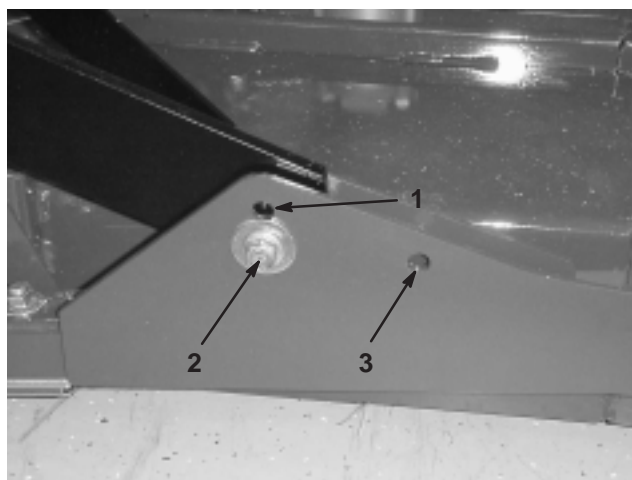

Figure 1
1. Pour les hauteurs de coupe de 19 à 76 mm, les bâtis porteurs avant doivent être montés dans les trous de montage avant inférieurs (Fig. 1).
2. Pour les hauteurs de coupe de 6,4 à 10,2 cm, les bâtis porteurs avant doivent être montés dans les trous de montage avant supérieurs (Fig. 1).
Pour toutes les hauteurs de coupe, le plateau de coupe arrière doit être monté dans les trous de montage arrière (Fig. 1).